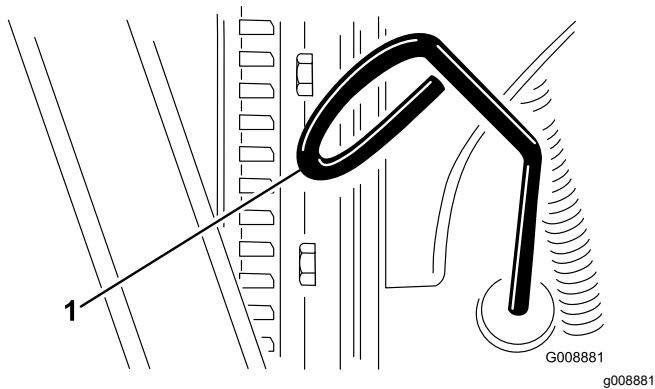

Рисунок 25
2. Выньте масломерный щуп (Рисунок 25) и протрите его чистой ветошью.